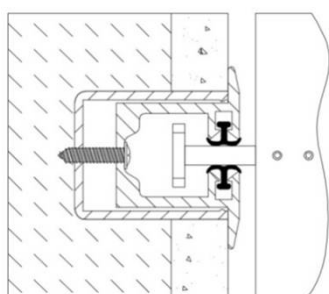

Fig. 4
7. L'élément découpé du rail de guidage encastré doit être monté de manière permanente dans la partie supérieure du profilé de montage à l'aide des vis à tête ou des vis auto-perceuses, comme illustré à la Fig. 4, de sorte que la tête de vis ne provoque pas de blocage des goupilles de lamelles. Les opérations sont à effectuer pour les deux rails de guidage encastrés.
16. Après avoir monté le rail de guidage encastré dans le profilé de montage, fixez-le de manière permanente à l'aide des vis à tête ou de vis autoperceuses, comme illustré à la fig. 4.